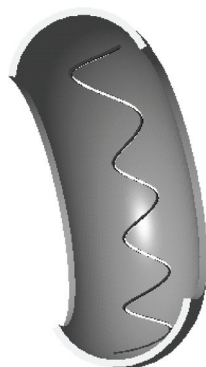

图 10-76 加厚曲面
STEP 04 单击“完成”按钮, 即可加厚曲面, 效果如图 10-76 所示。